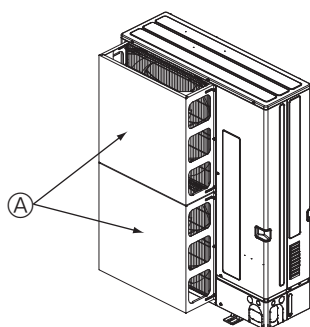

Fig. 2-4
- ② Installer un guidage d'air optionnel si l'appareil est placé dans un endroit où les vents violents d'un typhon par exemple pourraient s'engouffrer directement dans la sortie d'air. (Fig. 2-4)